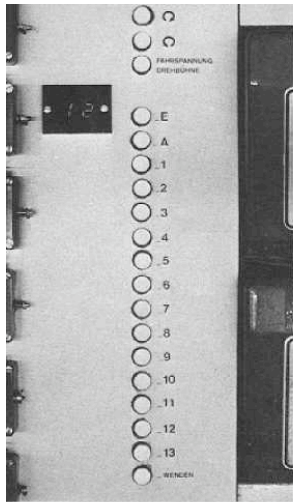

Abb. 12 So wurden vom Verfasser Tastatur und Display angeordnet
Die für die Vorwahlautomatik benötigten Tastensätze sind in der Tabelle 2 zusammengestellt. Die Tastenzeile (1) ist für die Vorwahl der Gleise vorgesehen und muß daher selbstverständlich in der Zahl der Tasten mit der Anzahl der Gleisanschlüsse der Drehscheibe übereinstimmen, einschließlich Ein- und Ausfahrts-gleis. Für die Funktion „Wenden“ ist ein zusätzlicher Moment-taster erforderlich, entweder in die Tastenzeile integriert (vgl. Abb. 12) oder als Einzeltaster.